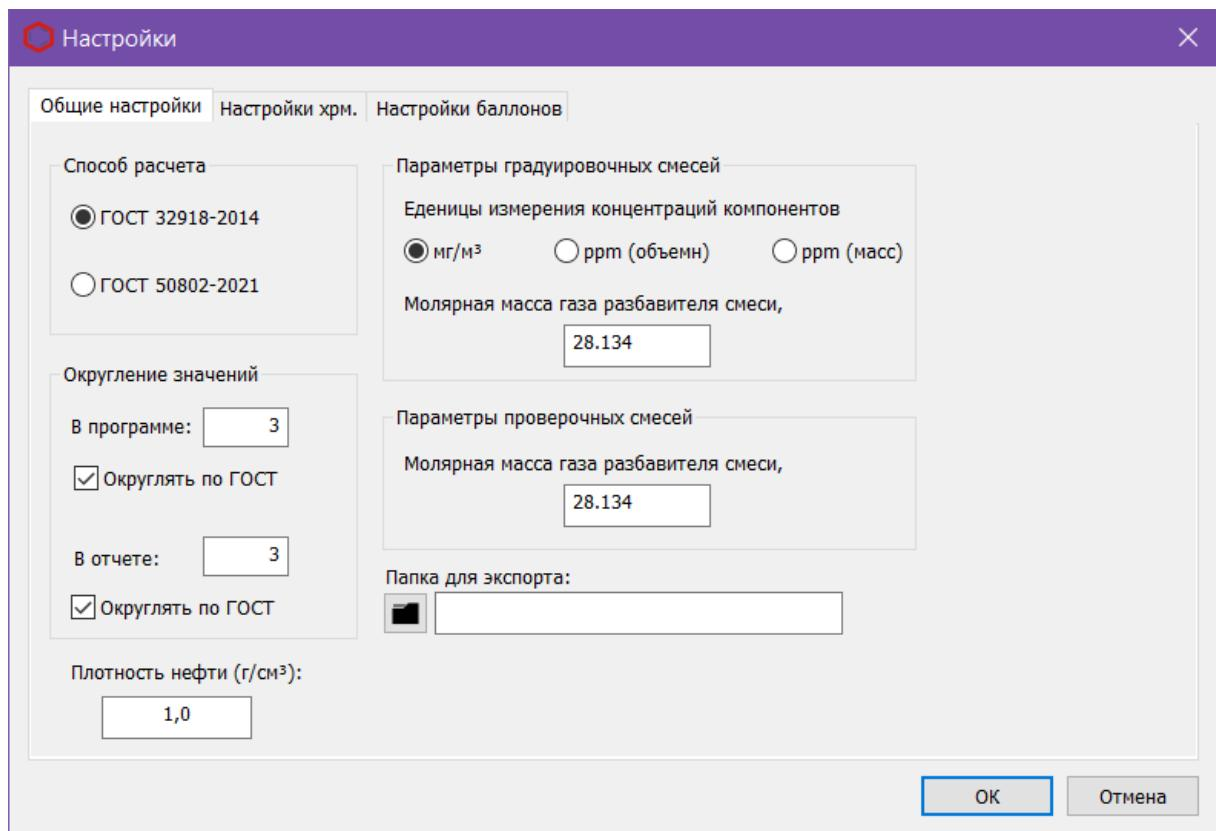

Рис. 10: Настройки: Общие настройки
1. В основном окне программы нажмите **Настройки расчёта**. Откроется окно **Настройки**, вкладка *Общие настройки* (Рис. 10).